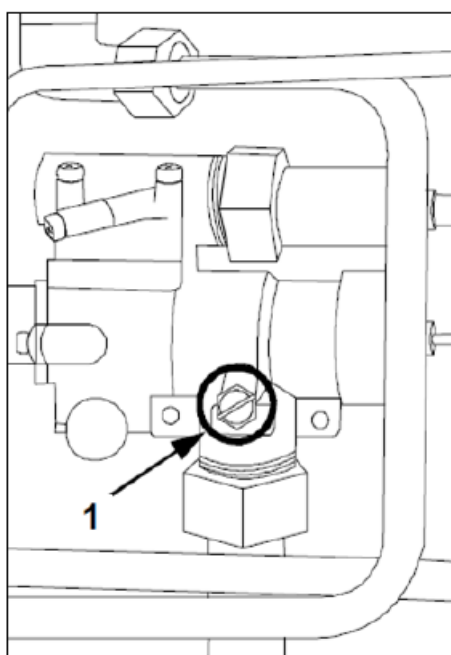

FIG.7
- 2) Desserrer la vis d'étanchéité au gaz de la soupape de sécurité (robinet général) (FIG.7-Ref.1) ;
- 7) Revisser la vis d'étanchéité de la soupape de sécurité (FIG.7-Ref.1) ;
- 8) Remettre en place et revisser le panneau latéral droit (DX) du four ;